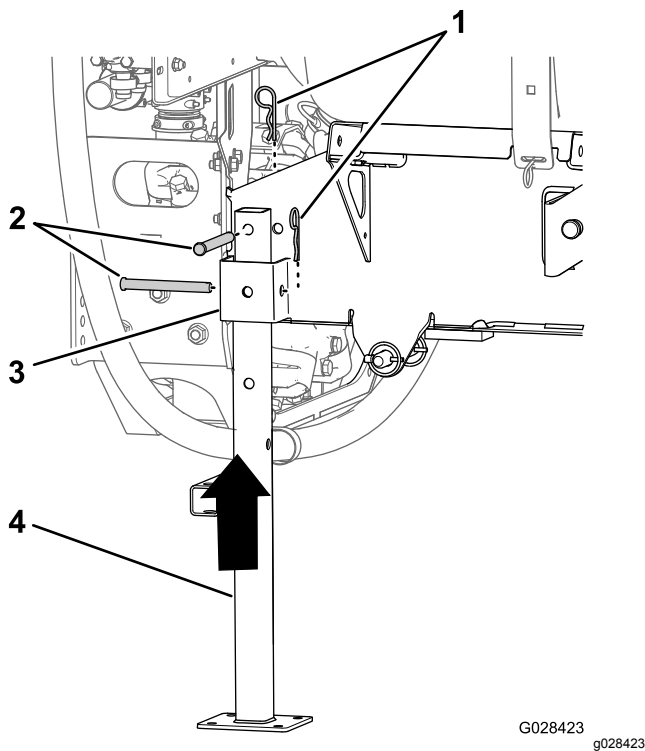

Bild 131
5. Fluchten Sie den hinteren Stützbock mit der Aufnahme für den hinteren Stützbock aus (Bild 131).
6. Fluchten Sie das Loch oben am Stützbock mit dem Loch im Rahmen des Behältergestells aus (Bild 131)
7. Befestigen Sie den Stützbock mit zwei Lastösenbolzen (1/2" x 4 1/2") und zwei Splints (5/32" x 2 5/8") an der Aufnahme und dem Rahmen, wie in Bild 131 abgebildet.